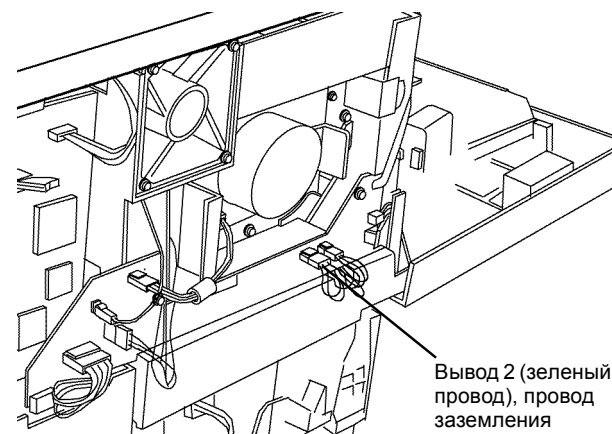

Рисунок 8 Разъем заземления валика регистрации
- с. Подсоедините красный щуп мультиметра к выводу 2 провода заземления (Рисунок 8).